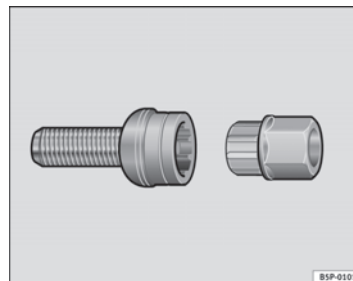

Abb. 141 Diebstahlhemmende Radschraube
- Setzen Sie den Adapter bis zum Anschlag in die diebstahlhemmende Radschraube ein ⇒ Abb. 141.